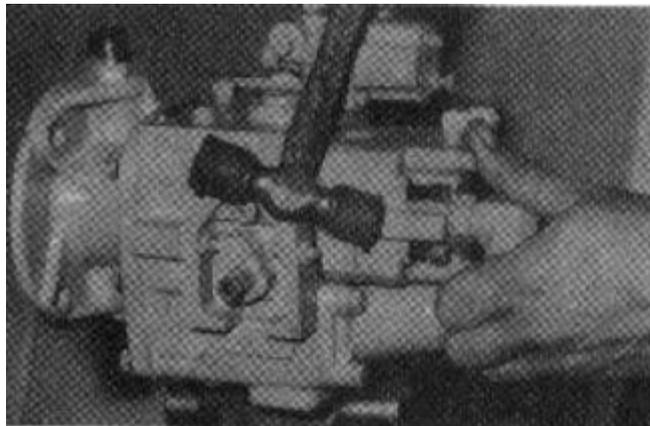

FIGURA 2.12 DESMONTAJE DE LA BOMBA DE ENGRANE
4. Separar la bomba de engranes del cuerpo de la bomba principal, golpeándola con un martillo de plástico (figura 2.12).